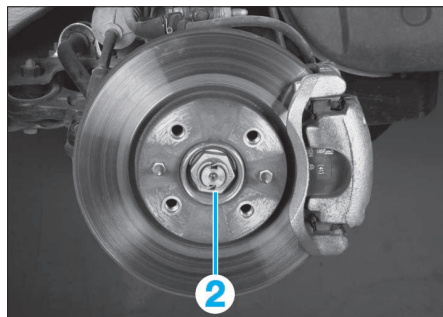

FIG. 6
- Déposer l'écrou de fixation (2) (Fig.6).